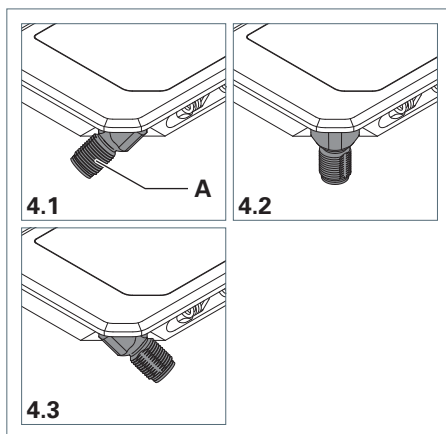

Fig. 4: APE – Positions du connecteur mâle.
- Tournez le connecteur mâle **A** sur la position prévue, voir Fig. 4.